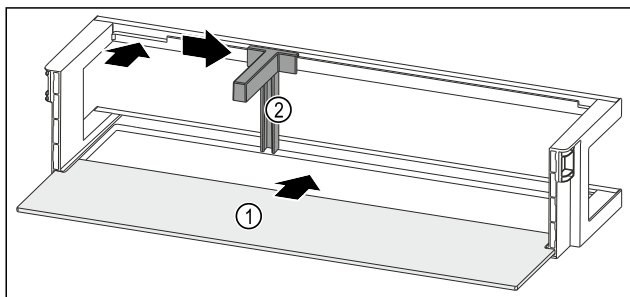

Fig. 98 Vratna polica z odlagalno polico
- ▶ Odlagalno polico Fig. 98 (1) vstavite v stranske utore.
- ▶ Vstavite držalo za steklenice Fig. 98 (2) v odprtino.
- ▶ Držalo za steklenice Fig. 98 (2) potisnite na stran do železnega položaja.